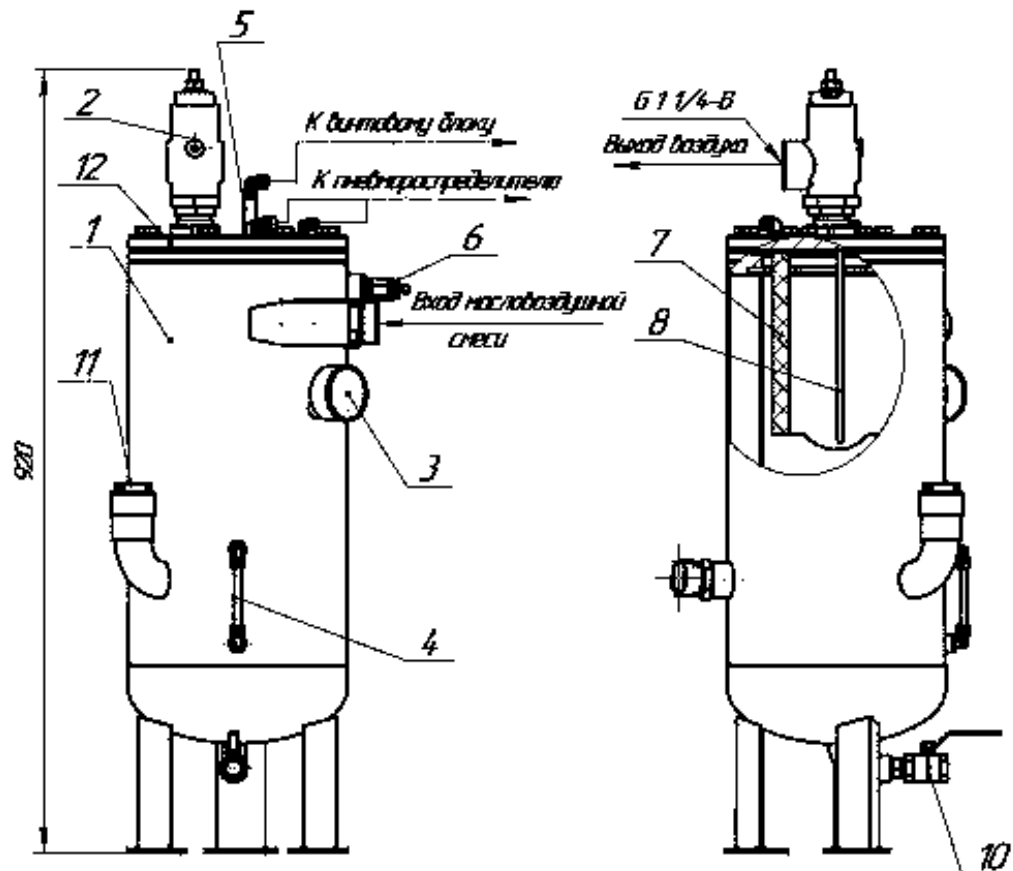

Рисунок 5. Маслоотделитель.
4.1.3 Маслоотделитель установки (рис.5) – стальной сварной сосуд, предназначен для отделения масла из масловоздушной смеси, поступающей из винтового блока и обеспечения непрерывности поступления масла в винтовой блок.